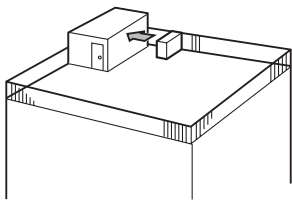

Fig. 2-4
- 1 Τοποθετήστε τη μονάδα ώστε το στόμιο εξαγωγής του αέρα να είναι στραμμένο προς τον πλησιέστερο διαθέσιμο τοίχο και να απέχει περίπου 500 mm. (Fig. 2-4)